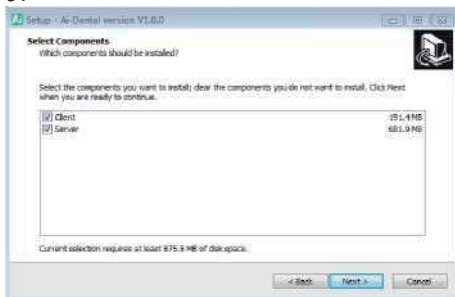

Figure 5
d) Sélectionnez les composants. L'utilisateur sélectionne le composant correspondant selon ses besoins, puis cliquez sur le bouton «Suivant», comme illustré à la figure 5: